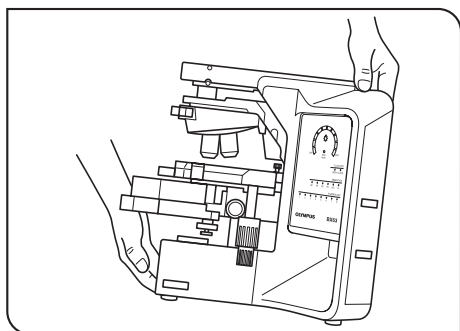

Рис. 3
(Рис. 3)
3. Перемещая микроскоп, переносите его, держась за захватную часть в задней части консоли и за переднюю часть основания, как показано на рис. 3 (масса: примерно 19 кг).